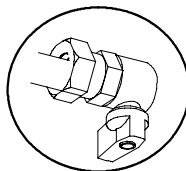

Figura 6.2 Chiusura rubinetti
- 4 Richiudere il rubinetto gas **a** in **Figura 6.2**